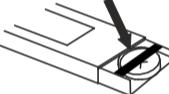

Рисунок 4.
- Аккуратно извлеките пластиковый держатель для батареи примерно на 1 см (чуть меньше 1/2 дюйма) (см. рис. 4).